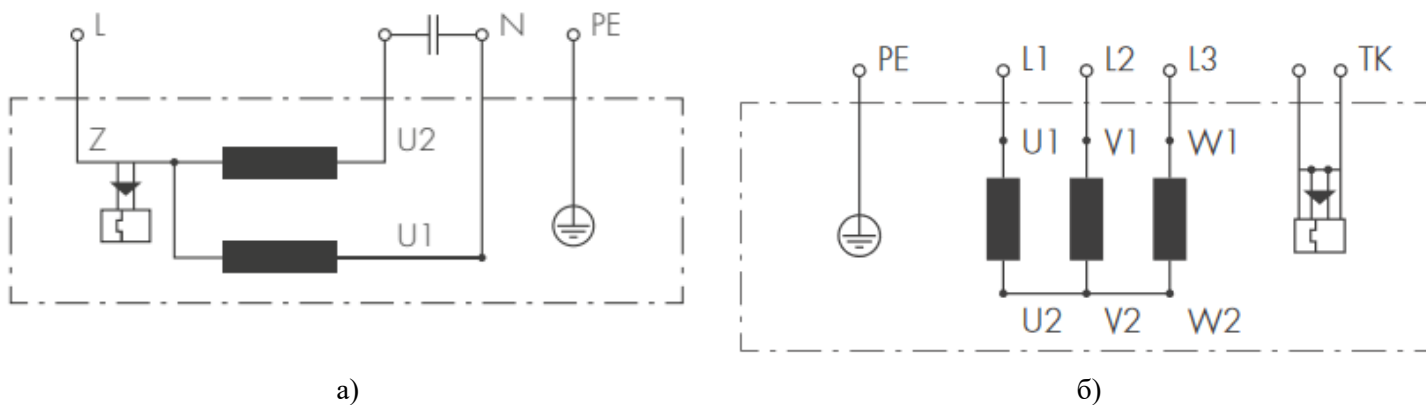

Рис. 2. а) однофазное питание; б) трехфазное питание
- в) электрическое присоединение двигателя производить в соответствии со схемой подключения (см рисунок 2). Для питания электродвигателя вентиляторов необходимо использовать кабель сечением  $3 \times 0,75 \text{ мм}^2$ . Кабель проводится через резиновый сальник коробки электроподключения на корпусе.